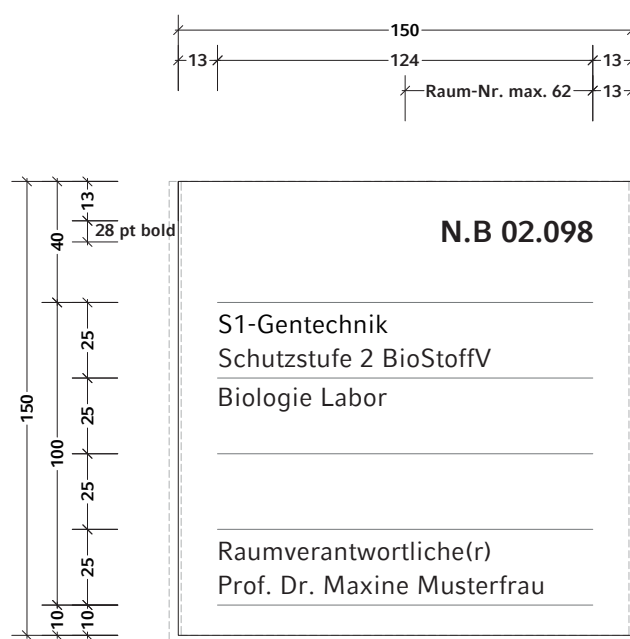

Abb. 63 Raumschild | Papiereinlage | Gefahr- und Hinweisbeschilderung
- Vorgaben für die Raumschilder sind dem Punkt "Innenbeschilderung/Raumschild mit Wechselinformation" zu entnehmen. Die genaue Beschriftung ist dabei mit dem Nutzer abzustimmen. Die Abbildung 63 dient hier nur als Beispiel.